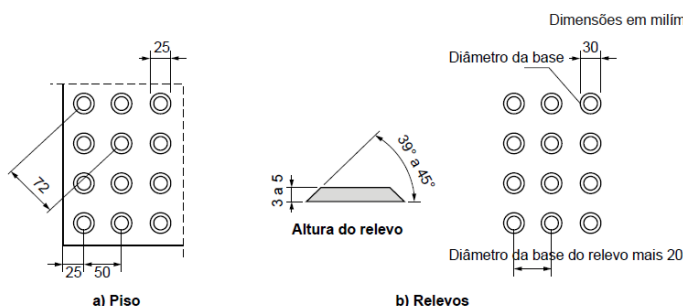

Figura 62 – Sinalização tátil de alerta e relevos táteis de alerta instalados no piso
Utilizar gabaritos próprios para instalação. A instalação deve seguir todas as recomendações da NBR9050/2015 com destaque para o item 5.4.6.3 Sinalização tátil e visual de alerta – Figura 62.